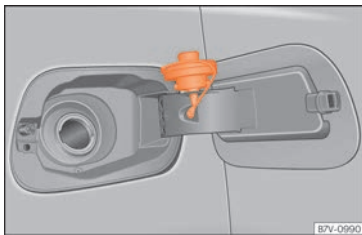

Fig. 281 Trappe à carburant avec bouchon fermé.
- Placez le bouchon dans le logement se trouvant sur la charnière de la trappe à carburant ouverte »» fig. 281.